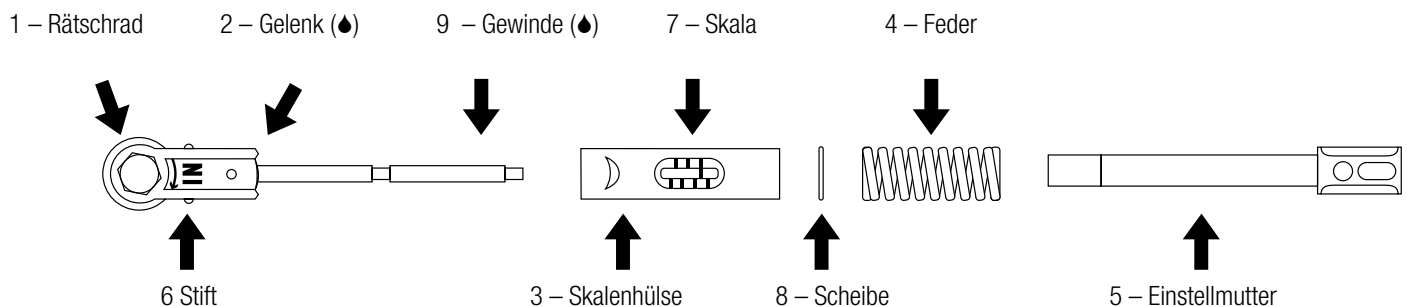

Abbildung 3
- In Abbildung 3 der Metallratsche mit dem Tropfen Zeichen gekennzeichnete Bereiche mit Winkelstück-Pflegeöl leicht benetzen. Danach die Ratschenteile zusammenbauen und einen Funktionstest durchführen.
Die Ratschenteile bei Raumtemperatur abkühlen lassen und makroskopisch auf Rückstände von Eiweiß und anderen Kontaminationen überprüfen. Teile, die nicht sauber sind, müssen das gesamte Aufbereitungsverfahren erneut durchlaufen. In der Abbildung 3 der Metallratsche (Modell 8070/1) mit dem Tropfen Zeichen gekennzeichnete Bereiche mit Winkelstück-Pflegeöl leicht benetzen. Danach die Ratschenteile zusammenbauen und einen Funktionstest durchführen.